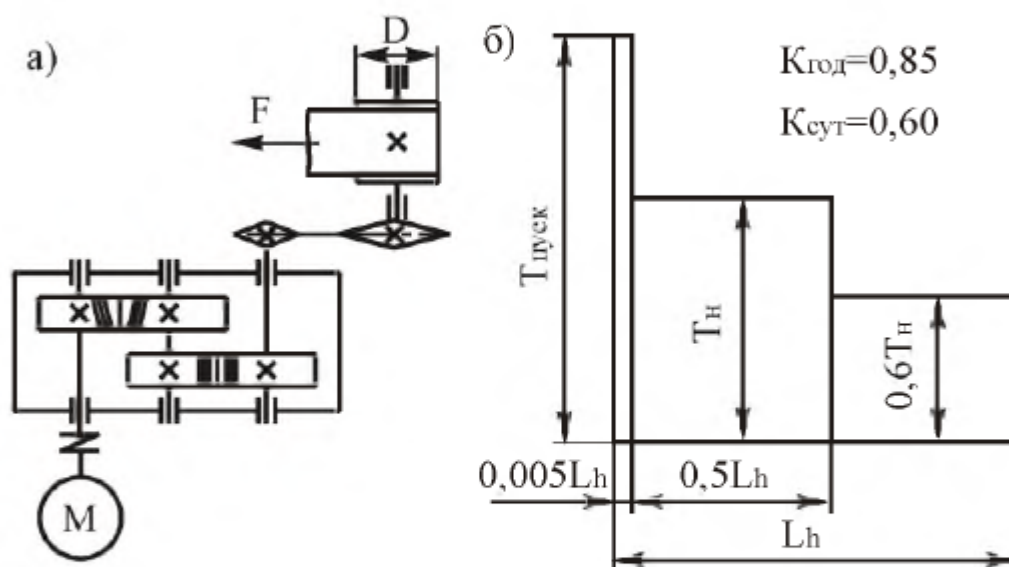

Рис. 6.22. Привод ленточного конвейера:
**Тема 22.** Спроектировать привод ленточного конвейера (рис. 6.22, табл. 6.22). Привод вала барабана ленточного конвейера осуществляется от асинхронного электродвигателя общего машиностроительного применения через цилиндрический двухступенчатый редуктор и открытую цепную передачу. Входной вал редуктора соединен с валом электродвигателя упругой муфтой.